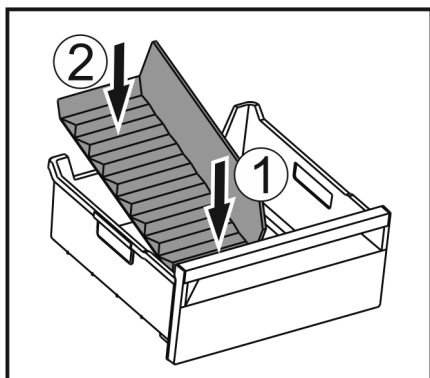

Fig. 148
- ▶ Поставете предната част на разделителя на отделението за лед. Fig. 148 (1)
- ▶ Спуснете задната част на разделителя на отделението за лед до дъното на чекмеджето. Fig. 148 (2)